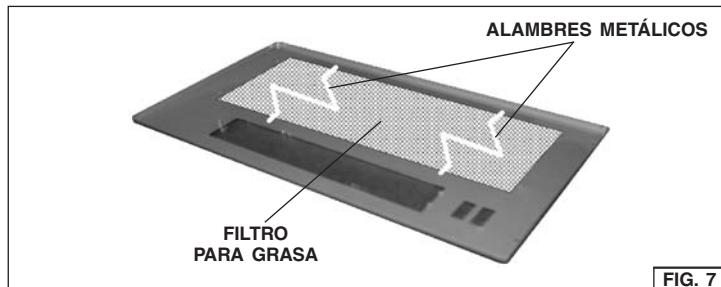

FIG. 7
- Retire los cables metálicos (Fig. 7) y deséchelos.